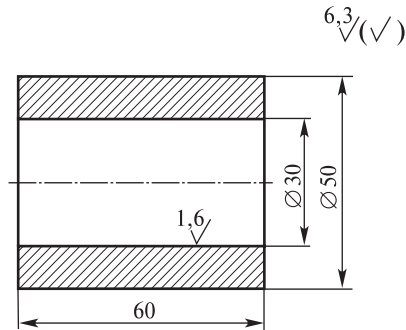

Рис. 2.1. Чертеж детали с отверстием
11. За сколько переходов можно обработать отверстие в цельной заготовке, чтобы выполнить требования, указанные на чертеже (рис. 2.1)?